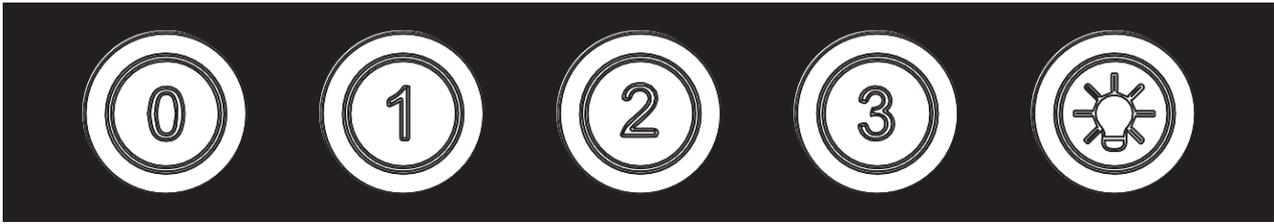

Рис.5
7.3 На нижній площині корпусу розміщений кнопковий перемикач режимів роботи і включення ламп освітлення (рис.5):